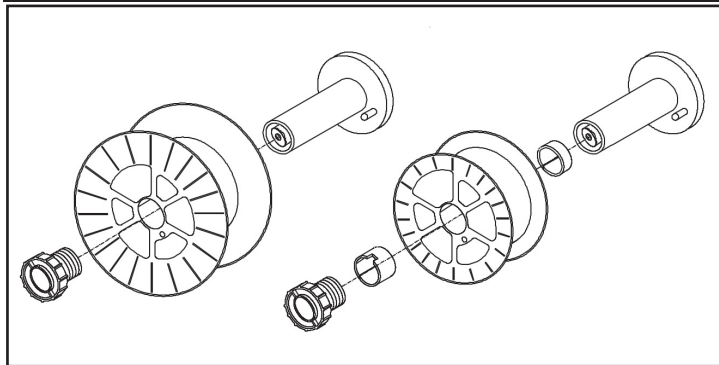

Figura 2 - Caricamento del filo
- Se necessario per il tipo di bobina introdurre i distanziali come indicato nella figura 2.